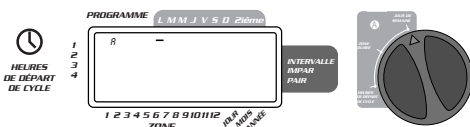

FIGURE 7: Affichage LCD avec jours d'arrosage
- Positionner le commutateur sur **JOURS D'ARROSAGE** en programme A. L'affichage indiquera un "A" et le curseur clignotera sous les jours de la semaine **L, M, M, J, V, S, D** (Lundi, Mardi, etc.) [voir Figure 7].